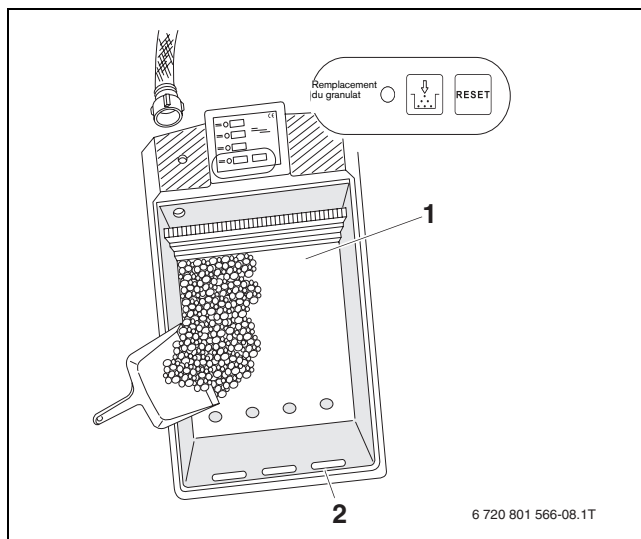

Fig. 8 Remplacement des granulats
Le remplacement du granulat est affiché par le voyant lumineux « Changement des granulats » sur l'appareil de régulation (→ fig. 8).
- ▶ Appuyer rapidement sur la touche Reset 1x, l'eau résiduelle est pompée (→ fig. 8).
Veiller à ce que les granulats ne pénètrent pas dans les fentes de trop-plein (→ fig. 8, [2]).
- ▶ Nettoyer la chambre de désembouage (→ fig. 8, [1]).
- ▶ Appuyer sur la touche Reset env. 5 secondes jusqu'à ce que le voyant de signalisation « Remplacement granulats » (→ fig. 8) soit éteint.